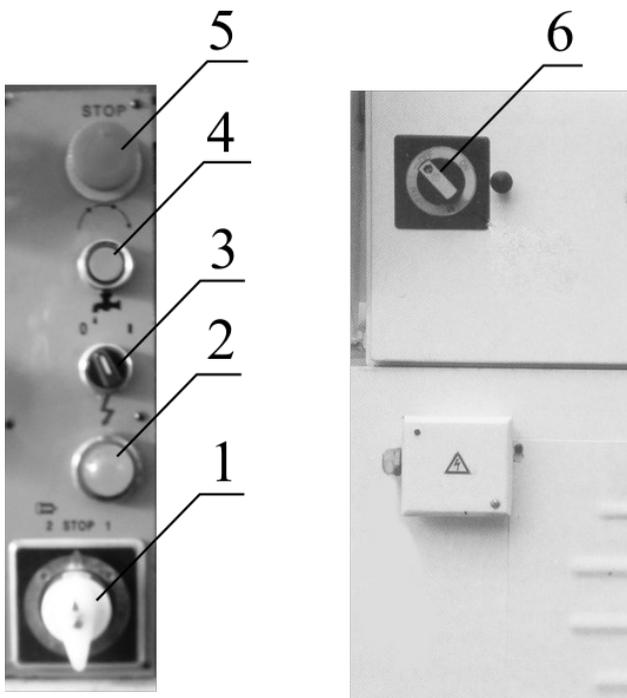

Рисунок 6.
Электрические органы управления (см. рис. 6).
**Внимание! – Все рукоятки переключать при выключенном вращении шпинделя. При затруднении включения нажмите кнопку кратковременного включения электродвигателя 4 (рис. 6). При включении рукоятки обращайтесь внимание на четкую фиксацию рукоятки в данном положении!**
Подключите станок к электросети. Включите вводный выключатель. Контрольная лампочка 2 (рис.6) должна загореться. Станок считается правильно подключенным к электропитанию, если при нажатии рукоятки включения оборотов шпинделя вверх шпиндель начинает вращаться по часовой стрелке (смотреть со стороны задней бабки). Если патрон вращается в направлении против часовой стрелки, отключите станок от источника электропитания, переключите любые два провода питания (кроме провода заземления желто-зеленого цвета) и снова подключите станок.
При помощи рукояток 1 и 3 можно установить шесть ступеней выходных оборотов шпинделя. Для того чтобы изменить скорость вращения шпинделя, прежде всего, остановите двигатель. Установите переключатель выбора скорости вращения электродвигателя (1 рис.6) в необходимое положение.